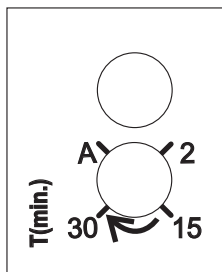

Fig.9A
Para ajustar esta temporización (fig.9A), girar el potenciómetro situado al lado de la tapa conexiones (5).